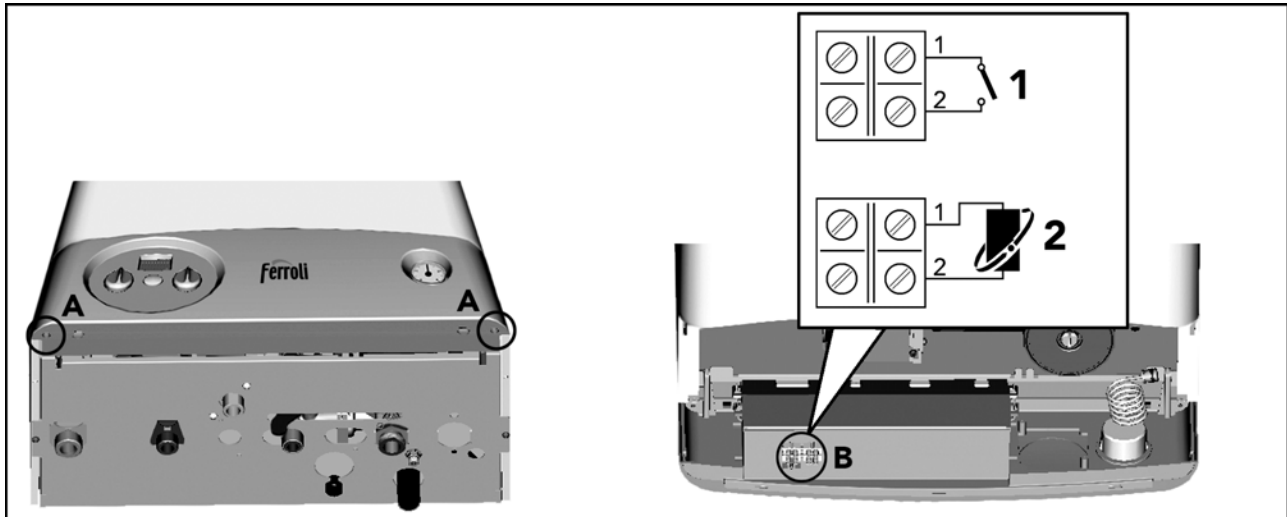

рис. 8 - Доступ к клеммной коробке
Для доступа к клеммной коробке, к которой следует подключать термостат температуры воздуха в помещении поз.1 рис. 8 или устройство дистанционного управления с таймером поз.2 рис. 8, выполните следующие операции:
1. Отвинтите оба винта "А" (рис. 8)
3. Разверните панель управления (рис. 8)
Теперь открыт доступ к клеммной коробке "В" (рис. 8)